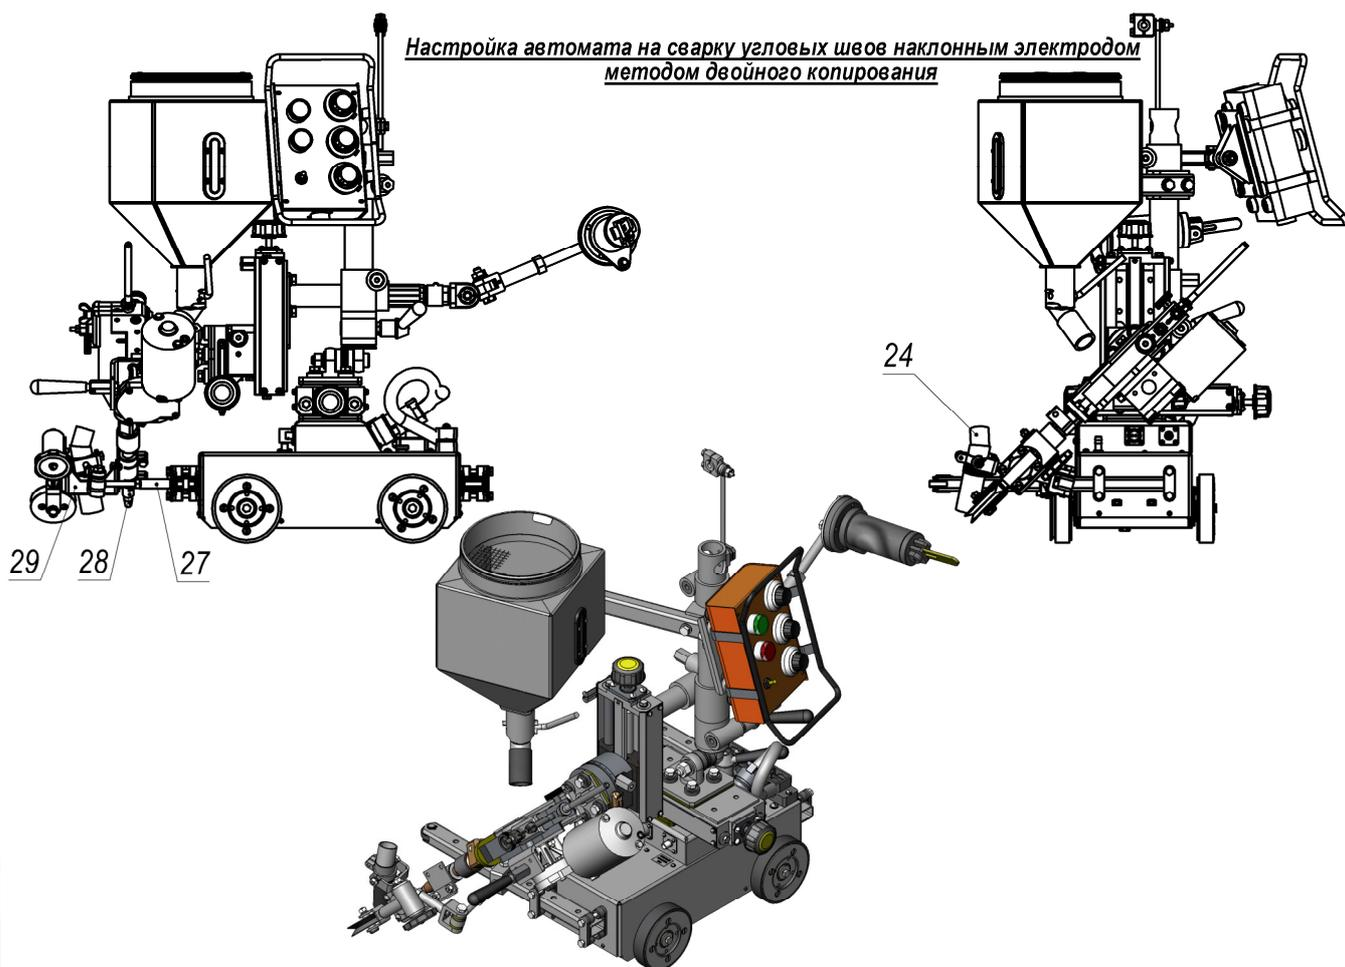

Рис.18
4.9.4 Кронштейн (АДФГ-6.00-27.000) 27 (Рис.18)
4.9.5 Шарнир (АДФГ-6.00-28.000) 28 (Рис.18)
(Рис.18)